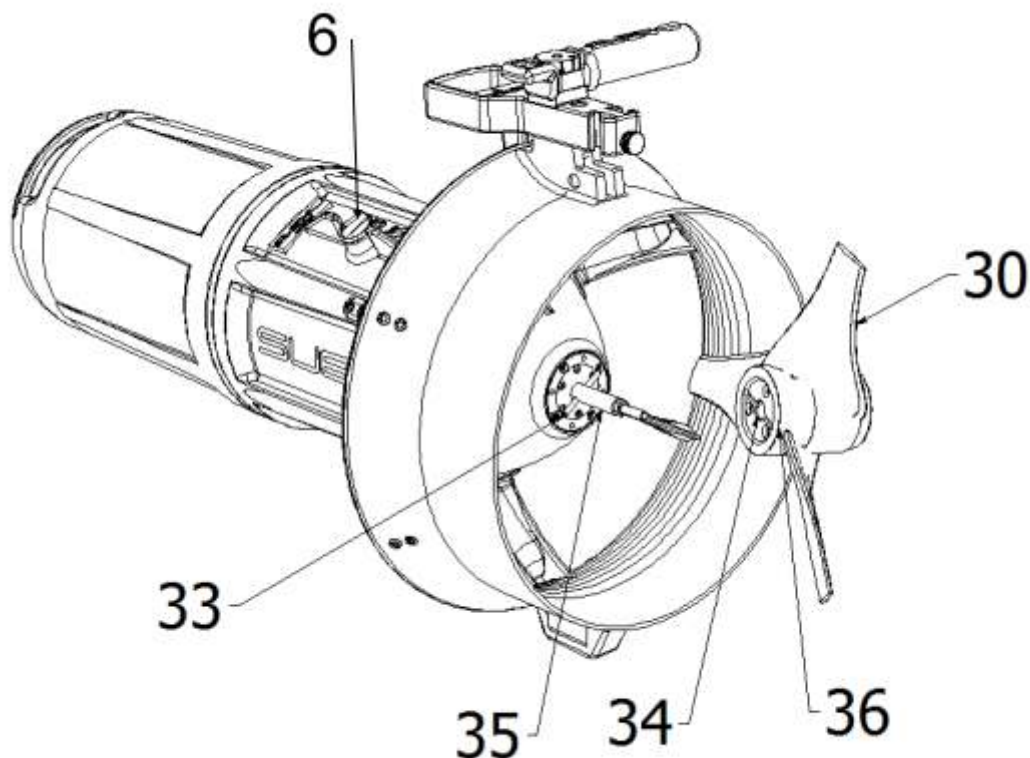

Fig.9
Infilare l'elica (il foro 36 - Fig.9) nell'albero motore dello SCOOTER (35), girare l'elica (in senso ORARIO) fino a quando la spina (33) si trova a combaciare con la sede (34) dell'elica. Quando si sentirà uno scatto l'elica smetterà di girare. Proseguire ruotando (in senso ORARIO) l'interruttore (6) con la sola forza delle dita, **SENZA FORZARE**.